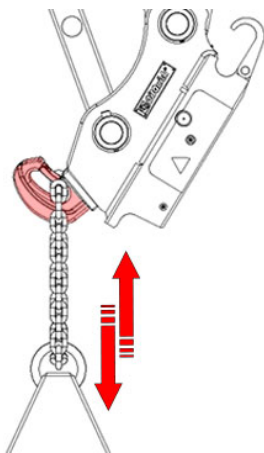

Abbildung 135: Option Lasthaken
Z.B. Führung des Anschlagmittels über eine Schaufelrückwand, siehe *Abbildung 135*.